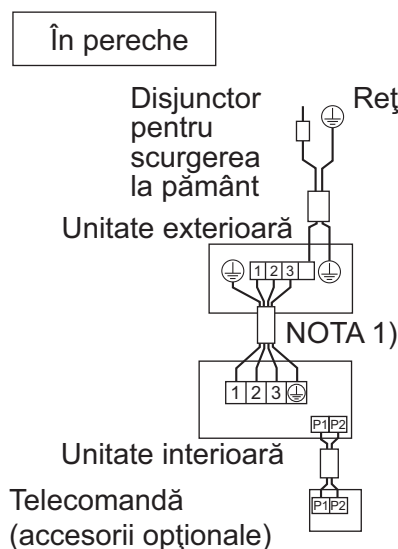

Fig. 40
- **Tip pereche:** 1 telecomandă controlează 1 unitate interioară (sistem standard). (**Consultați Fig. 40**)